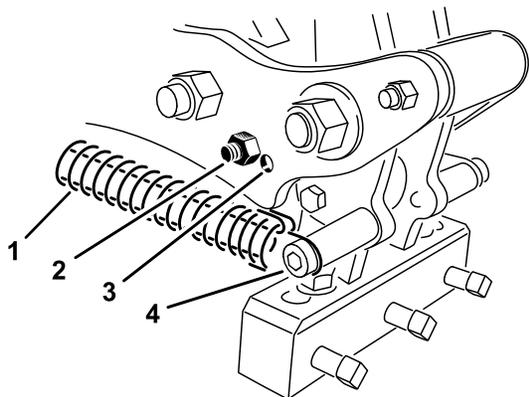

图 35
使用连杆臂中 2 个调节孔的其中一个根据打孔针长度设置打孔针角度。这些孔仅仅是一些预先设定。当使用 17.8mm/25.4mm 打孔针时打孔针头缓冲器应放置在最接近打孔针头后部的地方。由于土壤状况各异您可以使用其他位置——离打孔针头最远的孔图 35。
3. 松开到打孔针夹头的拉簧图 35。
4. 从连杆臂上卸下缓冲器螺栓和缓冲器重新将它们插入另一个调节孔图 35。